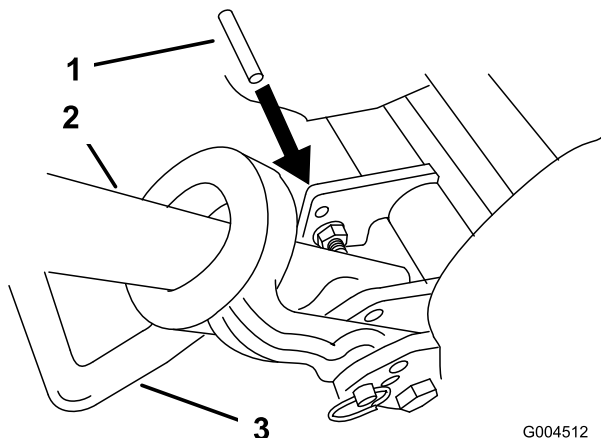

Figura 47
2. Abbassate il cavalletto e inserite un perno (o una spina) del diametro di 6,4 mm (1/4 poll.) nel foro del telaio soprapostante il bullone di montaggio del cavalletto (Figura 47).